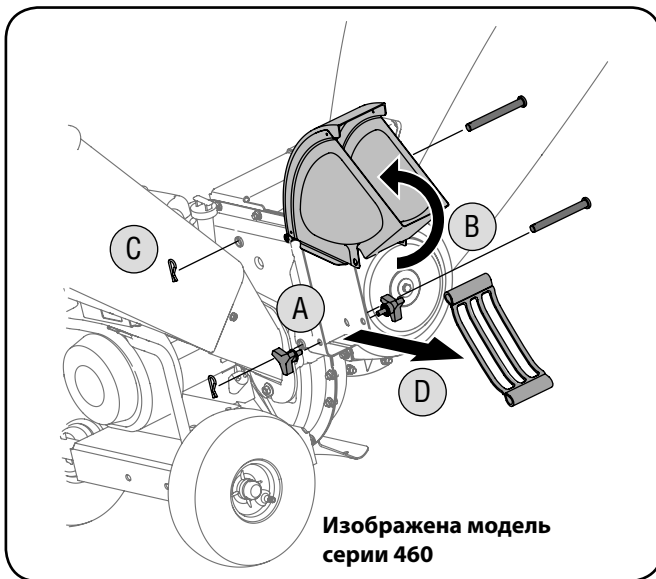

Рис. 6-2
3. Снимите мешок и отверните две барашковые гайки с каждой стороны выходного дефлектора. См. рис. 6-2А.
4. Приподнимите выходной дефлектор, чтобы освободить доступ. См. рис. 6-2В.
5. Снимите два шплинта с каждого штифта с головкой, который проходят через кожух, и извлеките их. См. рис. 6-2С.